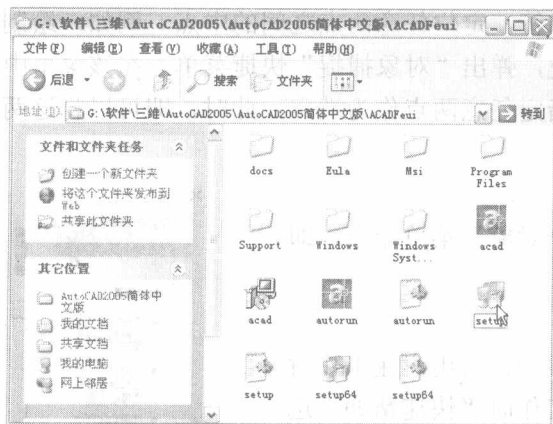
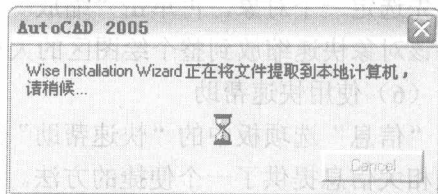

图 0-3-1 AutoCAD 2005 安装文件包
图 0-3-2 “AutoCAD 2005”对话框
(1) 将 AutoCAD 的安装 CD 插入计算机的 CD-ROM 驱动器中, 在 AutoCAD 的 CD 浏览器中, 打开 AutoCAD 2005 的安装文件包, 双击其中的  图标, 如图 0-3-1 所示, 即可启动 AutoCAD 2005 安装程序的对话框, 如图 0-3-2 所示。